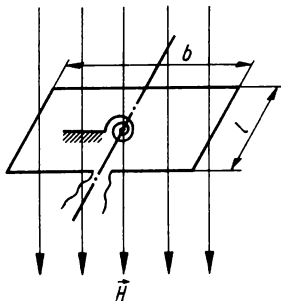

Bild 77
- 8.41** Im Feld eines Permanentmagneten der Feldstärke H ist eine rechteckige Spule der Länge l , der Breite b und der Windungszahl N (in Bild 77 ist nur eine Windung gezeichnet) drehbar gelagert. Ihre Achse wird durch eine Spiralfeder mit der Winkelrichtgröße k' in der Rotation behindert. 1. Berechnen Sie die Stromstärke in Abhängigkeit vom Verdrehungswinkel φ . 2. Führen Sie die Einheitenprobe durch.